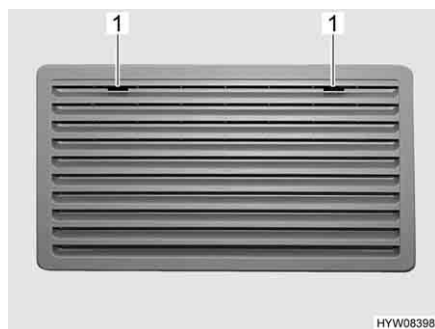
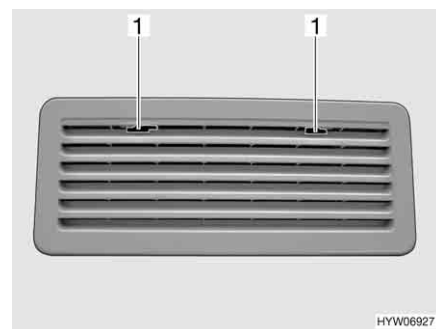

Fig. 226 Grille d'aération du réfrigérateur (Thetford, grande)
Fig. 227 Grille d'aération du réfrigérateur (Thetford petit)
- Pousser le dispositif de blocage (Fig. 226,1 ou Fig. 227,1) vers le milieu.